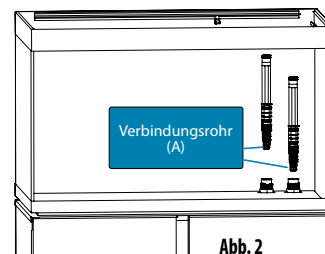

Abb. 2
2. Stecken Sie das Verbindungsrohr (A) ganz durch die Öffnung (O), bis es nicht mehr geht (Abb. 2).
2. Stecken Sie das zweite Verbindungsrohr (A) ganz durch die Öffnung (I), bis es nicht mehr geht (Abb. 2).